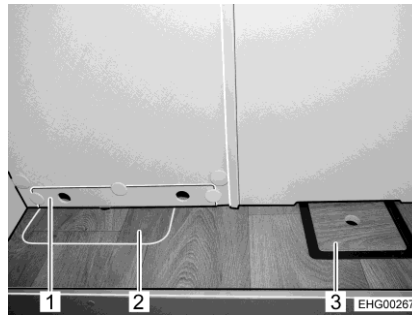

Bild 141 Zugang Abwassertank im Heck
- Blende (Bild 141,1) abnehmen.
- Bodenklappe für Abwassertank (Bild 141,2) öffnen
- Bodenklappe für Ablassventil (Bild 141,3) öffnen.
- Bodenklappe für Ablassventil (Bild 141,3) schließen.
- Bodenklappe für Abwassertank (Bild 141,2) schließen.
- Blende (Bild 141,1) wieder einsetzen.